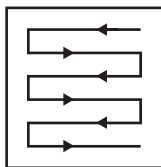

Fig. 17
5. Tunde în rânduri care se suprapun puțin. Tiparul cel mai eficient pentru tunderea gazonului este cel în linii drepte de-a lungul unei laturi. Astfel, rândurile rămân egale și tot gazonul este tuns fără a omite vreun loc (Fig. 17).